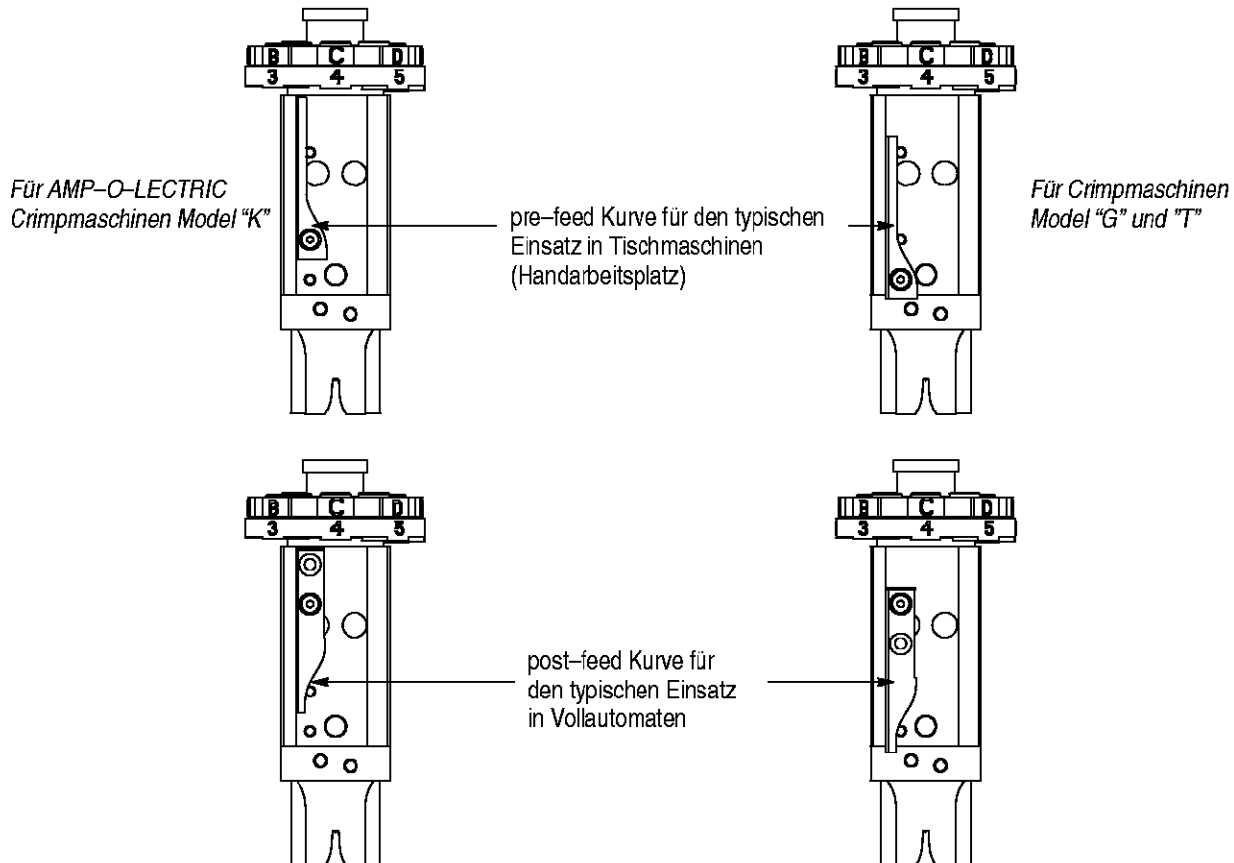

Abbildung 4
3. Entfernen Sie die Befestigungsschraube für die Vorschubkurve (Abbildung 4) .
4. Positionieren Sie die Vorschubkurve auf dem Stößel entsprechend Abbildung 4.